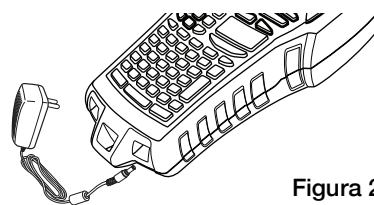

Figura 2
- 1 Ligue o transformador ao conector da alimentação no fundo da impressora de etiquetas. Consulte a Figura 2.